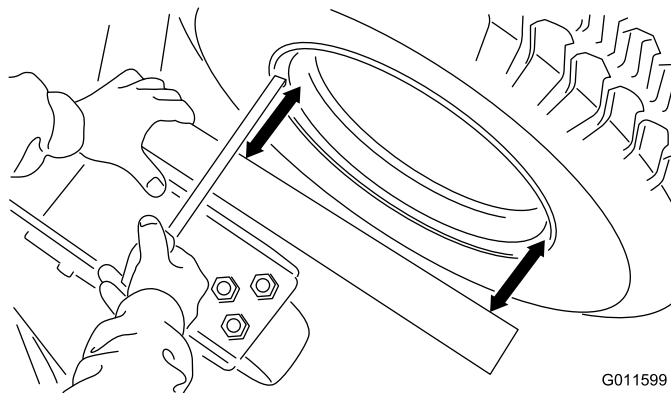

Figuur 5
1. Verwijder de R-pen en de gaffelpen waarmee de maaihoogteschakel is bevestigd aan de beugels voor de gekozen maaihoogte op het dek (Figuur 5).